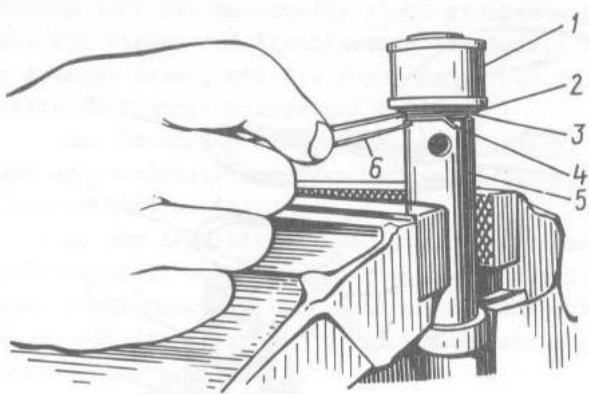

Bild 4-33. Prüfung des Leerweges der Scheibe mit Pinzette:
- Leerweg der Scheiben prüfen, wie in Bild 4-33 gezeigt ist;